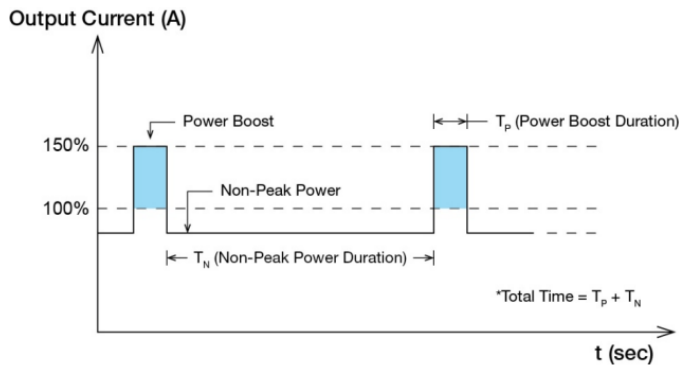

Abb. 9 Berechnung der Einschaltdauer (Duty Cycle)
Schritt 2. Schließen Sie die Stromversorgungseinheiten PSU 1 und PSU 2 an Vin 1 bzw. Vin 2 des DP2420 (oder 20A) Moduls an (siehe Abb. 9).